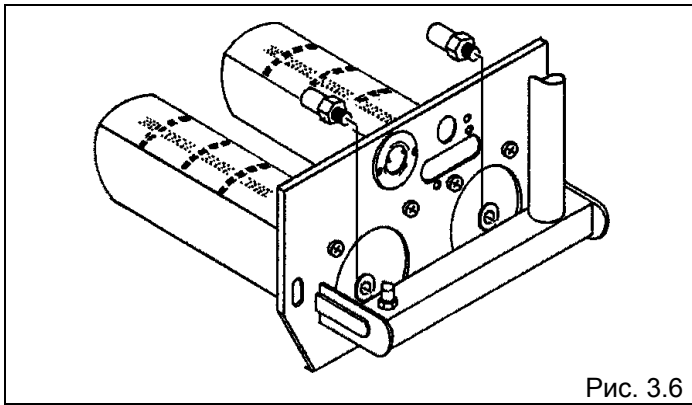

Рис. 3.6
- Отвинтите с горелки две форсунки для метана и замените их форсунками для сжиженного газа; установите прилагаемые алюминиевые прокладки (рис. 3.6)